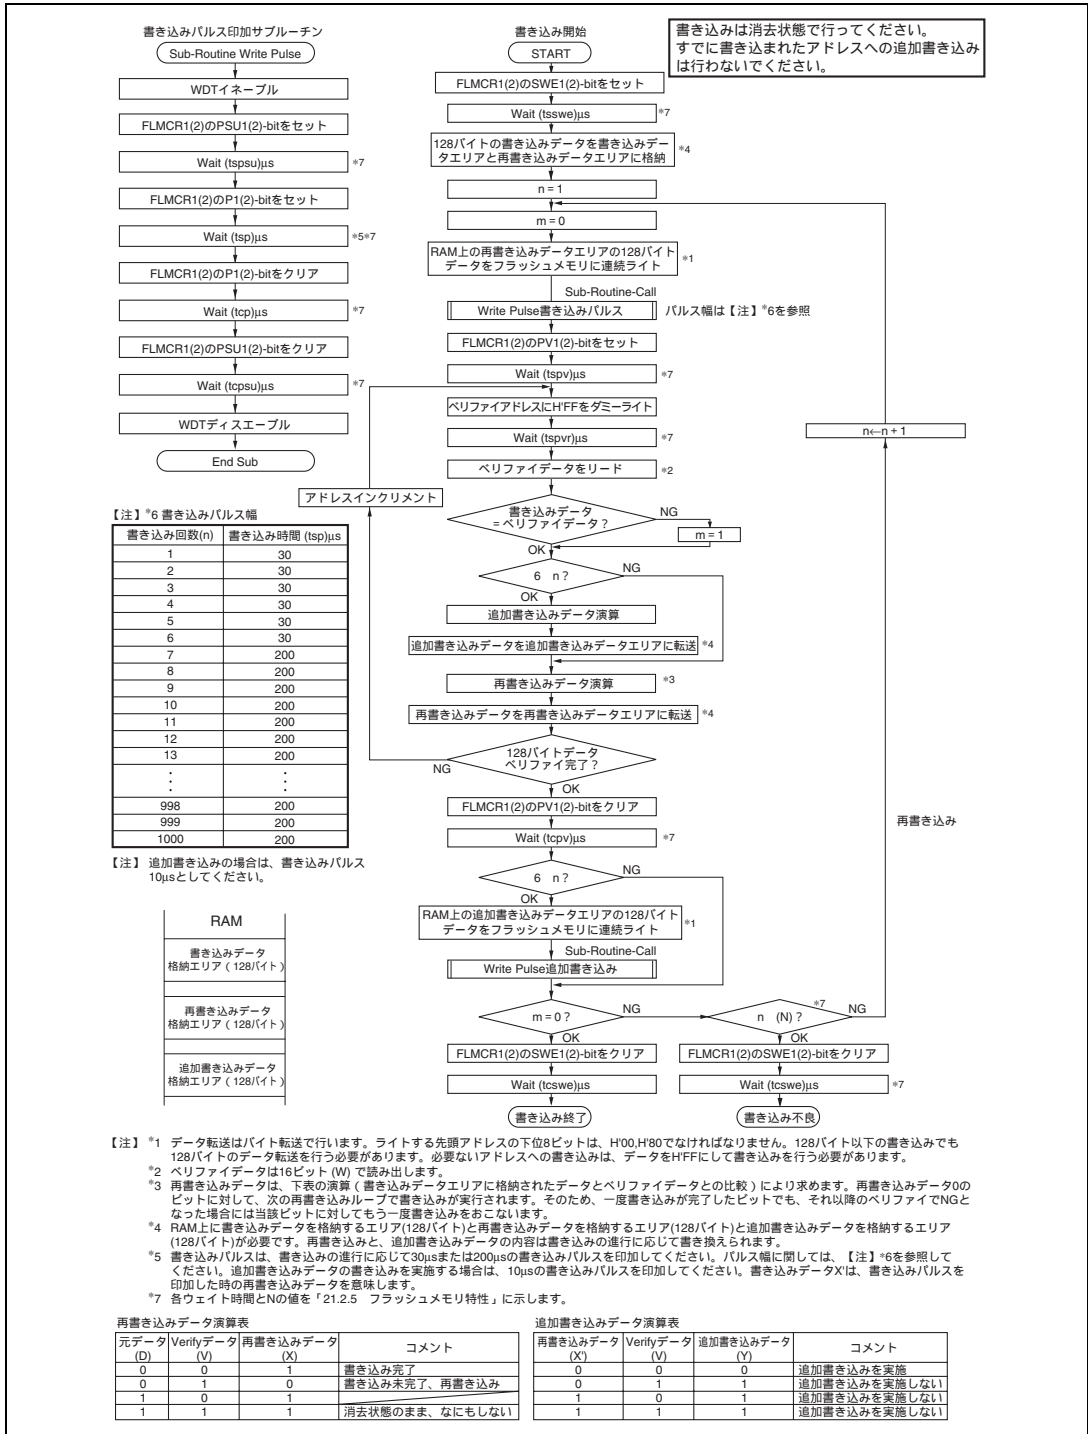

図 18.11 プログラム / プログラムペリファイフロー (128 バイト書き込み)
フラッシュメモリへのデータ/プログラムの書き込みを行う場合は、図 18.11 に示すプログラム/プログラムベリファイフローチャートに従って行ってください。このフローチャートに沿って書き込み動作を行えば、デバイスへの電圧ストレスやプログラムデータの信頼性を損なうことなく、フラッシュメモリへデータ/プログラムの書き込みを行うことができます。また、1 回の書き込みは、128 バイト単位で行ってください。
一定の書き込み時間経過後、FLMCR1、FLMCR2のP1、P2ビットをクリアします。その後(t_{cp})以上の時間が経過してから、PSU1、PSU2ビットをクリアすることでプログラムモードを解除します。プログラムモード解除の後、ウォッチドッグタイマの設定も解除します。その後FLMCR1、FLMCR2のPV1、PV2ビットをセットすることで、動作モードはプログラムベリファイモードへ遷移します。プログラムベリファイモードでは、リードする前にリードするアドレスにデータH'FFをダミーライトしてください。ダミーライトは(t_{spv}) μ s以上の時間が経過してから行ってください。この状態でフラッシュメモリをリード(ベリファイデータは16ビットで読み出す)するとラッチしたアドレスのデータが読み出されます。このリード動作は、ダミーライト後、(t_{spvr}) μ s以上おいてから行ってください。次に、書き込んだ元データとベリファイデータを比較し、再書き込みデータを演算(図18.11参照)し、RAMに転送します。128バイト分のデータのベリファイが完了後、プログラムベリファイモードを解除し、(t_{cpv}) μ s以上の待機時間を置いて、FLMCR1、FLMCR2のSWE1、SWE2ビットをクリアしてください。再度書き込みが必要な場合は、再度プログラムモードに設定し、同様にプログラム/プログラムベリファイシーケンスを繰り返してください。プログラム/プログラムベリファイフローの繰り返しの最大値は最大書き込み回数(N)で表されます。SWE1、SWE2解除後、(t_{csw}) μ s以上の待機時間を置いてください。
- (6) 本LSIのプログラム/プログラムベリファイフローのフローチャートを図18.11に示します。上記の注意点を網羅するためには、再書き込み処理を実施するビット、追加書き込み処理を実施するビットは表18.8および表18.9の演算によって決定する必要があります。書き込みの進行に応じて、再書き込みのデータおよび追加書き込みのデータは変化しますので、RAM上に次のデータ格納エリア（各128バイト）を準備することを推奨します。